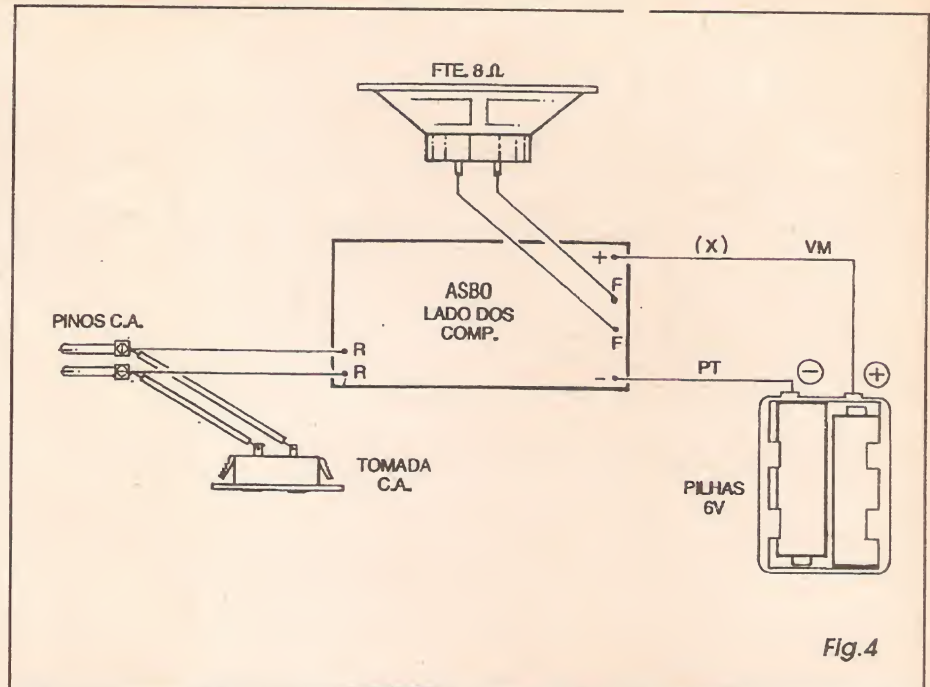

Fig.4
- FIG. 4 - DETALHES SOBRE O TRAFO E OS LDRs... - No item A da figura são dadas informações para o correto aproveitamento do transformador de força, incluindo o caso de *secundário* de três terminais (9-0-9), no qual o fio de um dos extremos pode, simplesmente, ser desprezado (cortado curto, por não usado no circuito...) e a explicação quanto à opção de tensão de rede, mostrando quais fios devem ser usados para 110V ou para 220V, conforme o caso... No item B é mostrado em aparência e símbolo, o LDR, no formato mais genérico que recomendamos usar no circuito da *PIPOMAZ*. Insistimos que, por várias razões mecânicas, óticas e eletrônicas, é melhor usar LDRs *idênticos*, e, além disso, que apresentem diâmetro em torno de 1 cm (os *muito* pequenos, ou *muito* grandes, não são recomendados...).
- **FIG. 4 - CONEXÕES EXTERNAS À PLACA** - Na sua concepção básica, as ligações externas à placa do circuito do ASBO são vistas na figura (placa ainda observada pela sua face sem cobre, como no diagrama anterior...). Atenção à polaridade das ligações dos fios provenientes do suporte das pilhas (sempre com o fio **vermelho** indicando o **positivo** e fio **preto** sinalizando o **negativo**...), aos pontos "+" e "-"... Os terminais do alto-falante,
maquinário a ser alimentado/monitorado, o LED piloto, os furinhos para a saída de som do alto-falante e - na lateral - o interruptor geral... Nessa configuração (mais elegante e profissional, como já foi dito...), a utilização é feita assim: os pinos da traseira do ASBO são ligados a uma tomada local, de 110 ou 220V, conforme o caso (não esquecendo da adequação do resistor **Rx**, conforme já explicado...) e o *rabicho* (cabo de força com plugue C.A. padrão ou específico...) do aparelho/maquinário a ser alimentado/monitorado, é ligado à tomada frontal... A partir disso, a carga está automaticamente alimentada (devido à ligação direta entre *entrada/saída* de C.A. conforme **FIG. 4...**). Acionando-se então o interruptor do ASBO, o LED piloto acenderá (e as pilhas internas serão acopladas ao circuito, colocando-o em real plantão...), indicando que o ASBO está, agora, monitorando a presença da C.A.... Um teste elementar (porém efetivo...), pode então ser feito, bastando *puxar*, momentaneamente, os pinos (da traseira) da tomada onde estavam *enfiados* simulando com isso, uma *falta de força*... Quase que instantaneamente, o sinal sonoro será emitido, bastante forte e nítido, absolutamente *não ignorável*, mesmo por quem esteja longe, e mesmo em ambiente *barulhento*...! Na *vida real*, em utilização efetiva, ao ser ouvido o sinal sonoro, naturalmente o operador ou a pessoa encarregada, imediatamente providenciará a ligação de grupos geradores, ou a energia alternativa de bancos de baterias ou fontes de *back up*, ou ainda providenciará controles manuais, mecânicos, de modo a *salvar* operações delicadas dos maquinários, que poderiam